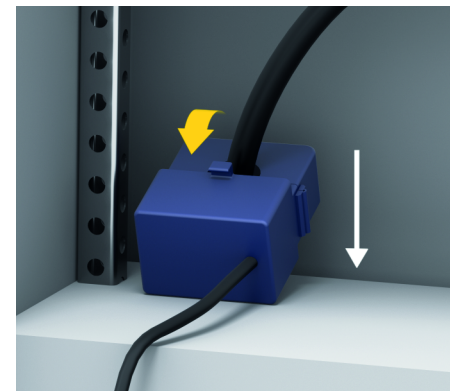

Fig. 15: Exemple d'installation, capteur de courant
- ▶ Respectez le sens de mesure du capteur (Fig. 15, flèche blanche).
- ▶ Choisissez un emplacement d'installation avec des câbles acheminés bien droits et respectez le sens de mesure (**flèche orientée vers la charge électrique**) (Fig. 15, flèche blanche).
- ▶ Insérez le câble d'installation dans le capteur de courant et fermez le capuchon du capteur de courant (Fig. 15, flèche jaune).